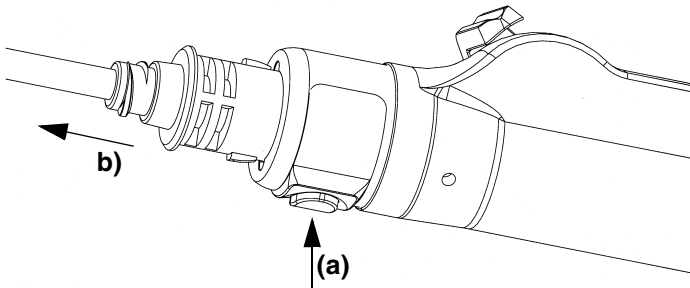

Figura 4: Retirar a lâmina
4. Para retirar uma lâmina, pressione o botão de desbloqueio rápido na peça manual (a) e liberte a lâmina (b). (Ver Figura 4.)